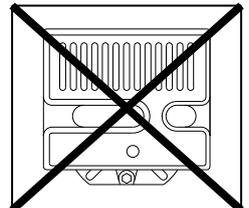

Abb. 8
- Der Brenner kann ausschließlich in den Stellungen 1, 2, 3 und 4 Abb. 8 betrieben werden.